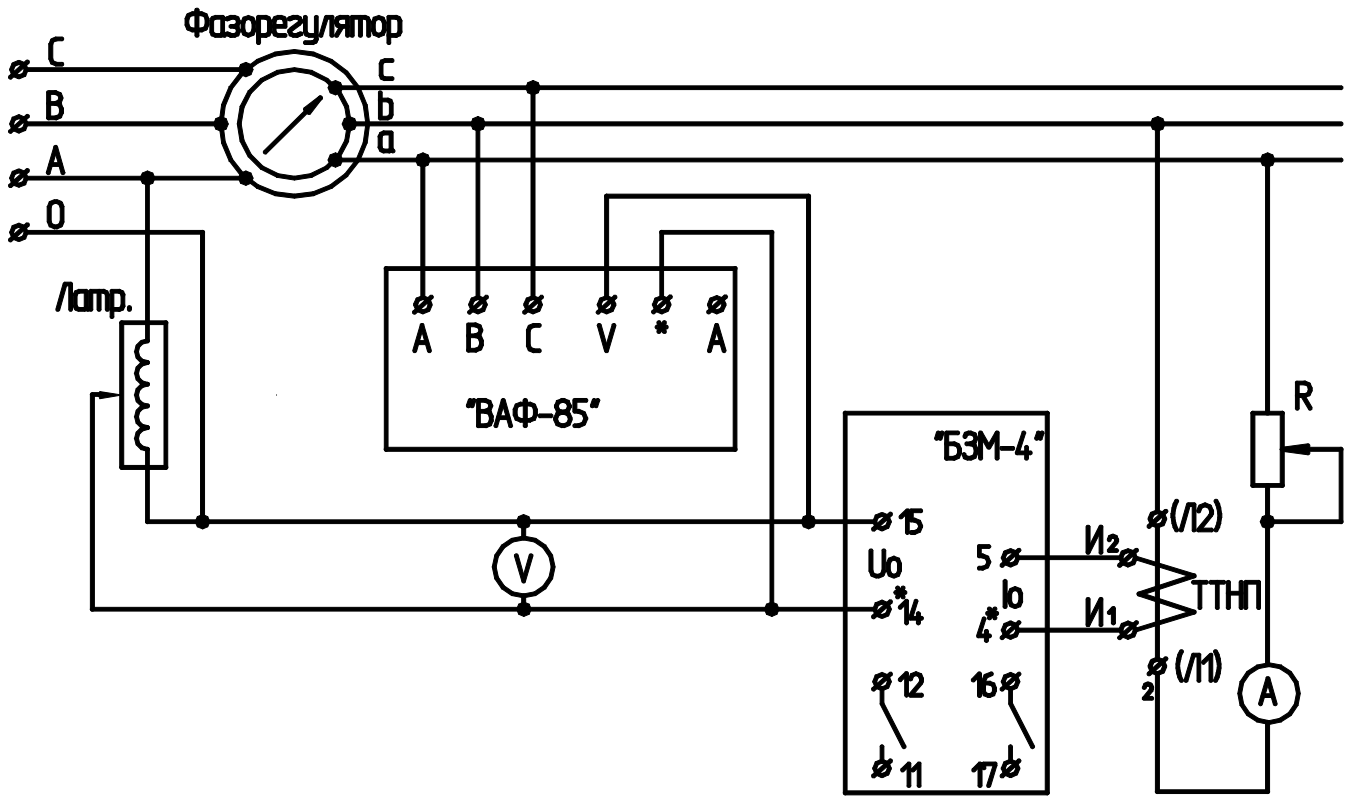
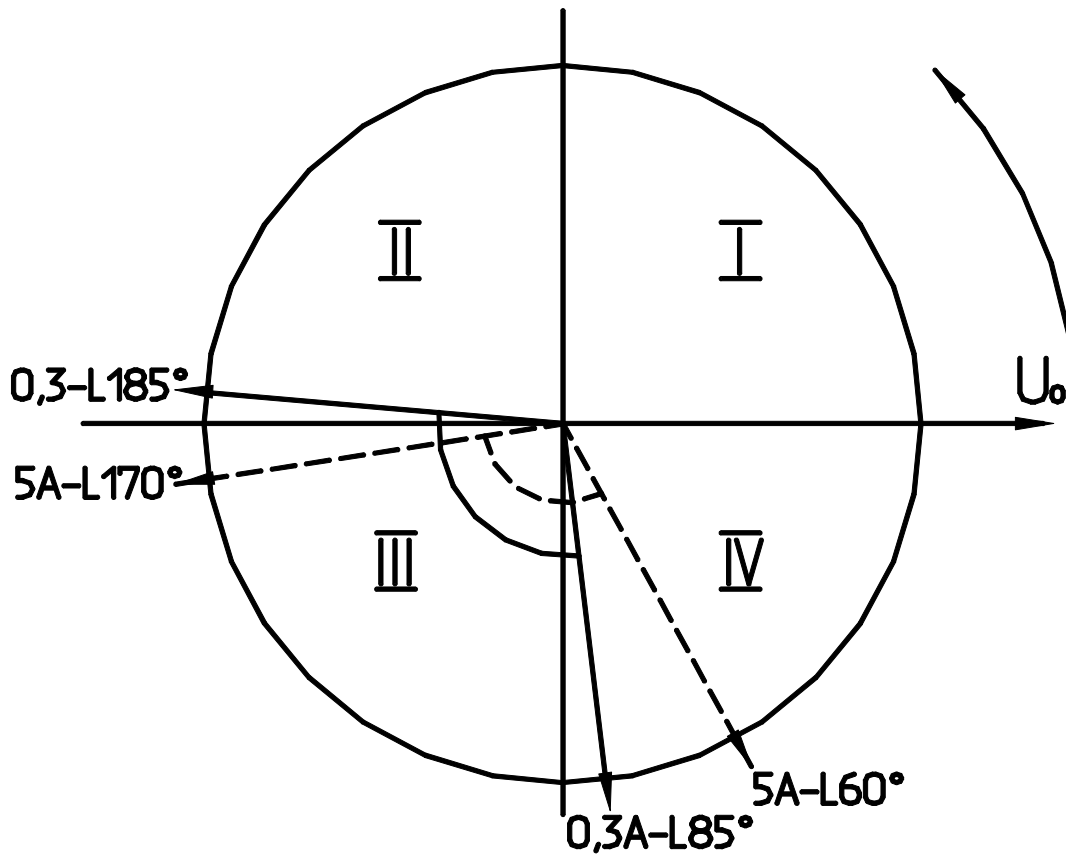

Рис.2.
Рис.3.
**8.5.** Для проверки технических данных реле необходимо собрать схему приведенную на рис.2.
$I_{o2} = 5A$   $\varphi = L 65^\circ \div L 205^\circ$  относительно  $U_o$ . (См. рис.3).
Конструктивно комплект состоит из трёх силовых трансформаторов типа ОЛС-1,25/6, высоковольтные обмотки которых (АХ) соединены в звезду с заземлённой нейтралью. Обмотки низкого напряжения ( $a_4x$ ) соединены в открытый треугольник. К клеммам « $a_4$ » фазы «А» и «х» фазы «С» открытого треугольника подключается магазин резисторов (10 резисторов по 510 Ом 100Вт) защищённый автоматическим выключателем; рис. 2.
На стороне НН используются клеммы  $a_4$  х. Вторичные обмотки соединяются по схеме «открытый треугольник» в соответствии с рис. 2. Клемма  $a_4$  трансформатора на фазе «А» подключается к автоматическому выключателю с  $I_n=(16-25)A$ , после которого подключается блок резисторов (10 резисторов 510 Ом, 100Вт соединённых параллельно),Рис.3